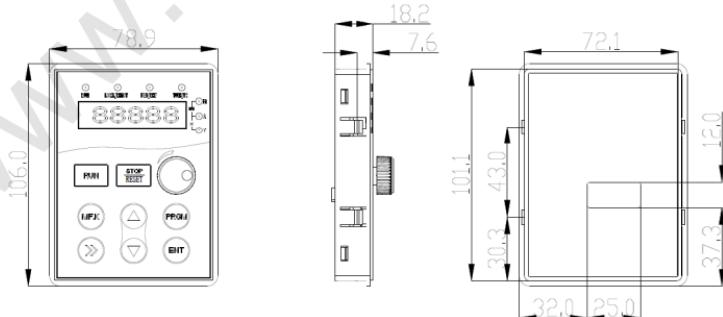

Рис. 1-7 Размеры пульта
- (1) Для закрепления на пульте имеются 4 защелки; толщина пульта составляет 7,6 мм
- (2) При вырезании прямоугольного отверстия для пульта необходимо добавить 1 мм для длины и ширины, размеры которых указаны на рис. 1-7. Т.е., указанная длина 101,1 мм увеличивается до 102,1 мм, а указанная ширина 72,1 мм увеличивается до 73,1 мм.